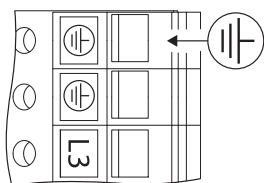

Fig. 26: Papildomas įžeminimas
- Dėl didesnės nuotėkio srovės varikliams nuo 11 kW pagal EN 61800-5-1:2008-04 papildomai turi būti prijungtas stipresnis įžeminimas (žr. Fig. 26).